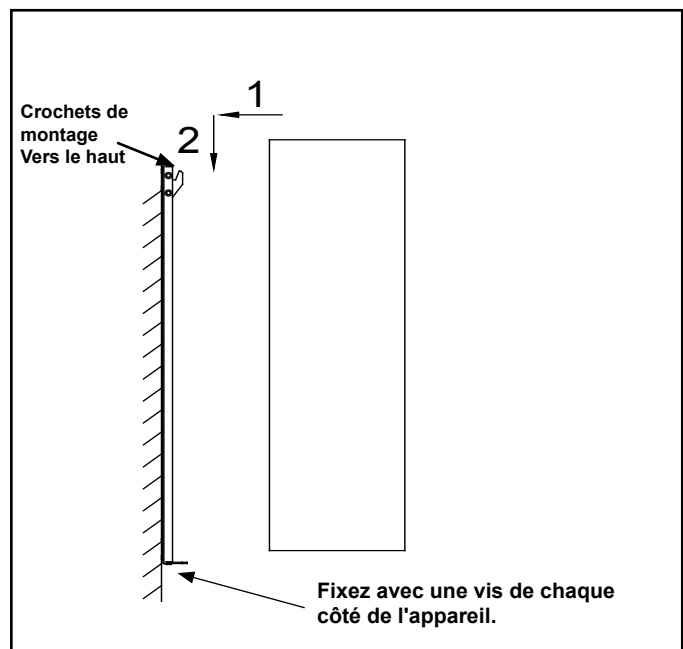

Figure 4.9 Fixer l'appareil au support
- Accrochez l'appareil et tirez dessus vers le bas pour vous assurer que les crochets sont bien engagés. Voir la figure 4.9.
- Fixez l'appareil au support à l'aide de deux vis M5X10. Voir la figure 4.9.